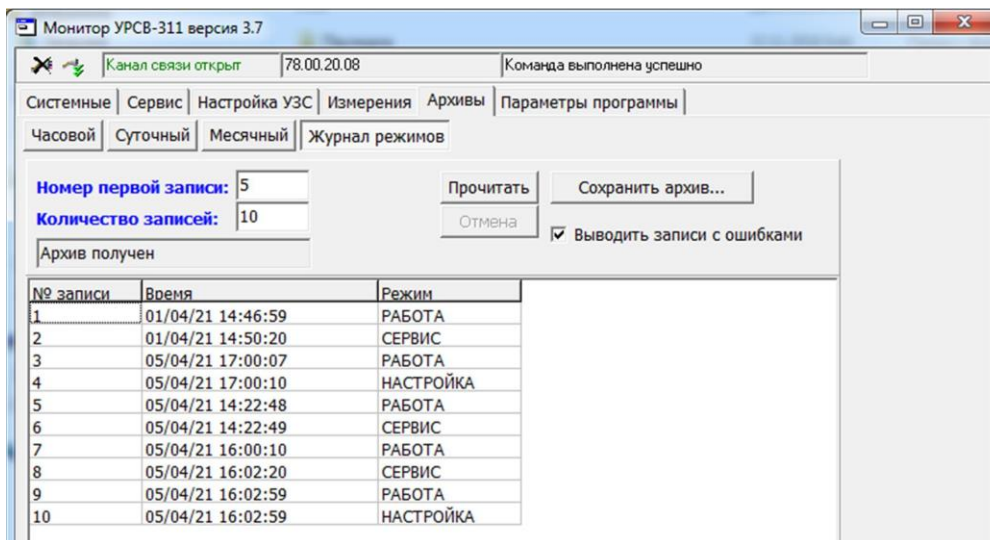

Рис.14. Вид окна «Журнал режимов».
4.1.6. Аналогичным образом на монитор ПК выводится окно **Журнал режимов** (рис.14).